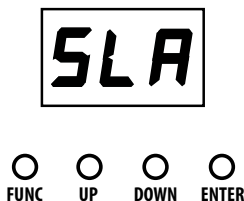

Fig.7
- Premere il tasto FUNC fino a quando sul display non appare la scritta lampeggiante [SLA] (fig.7).